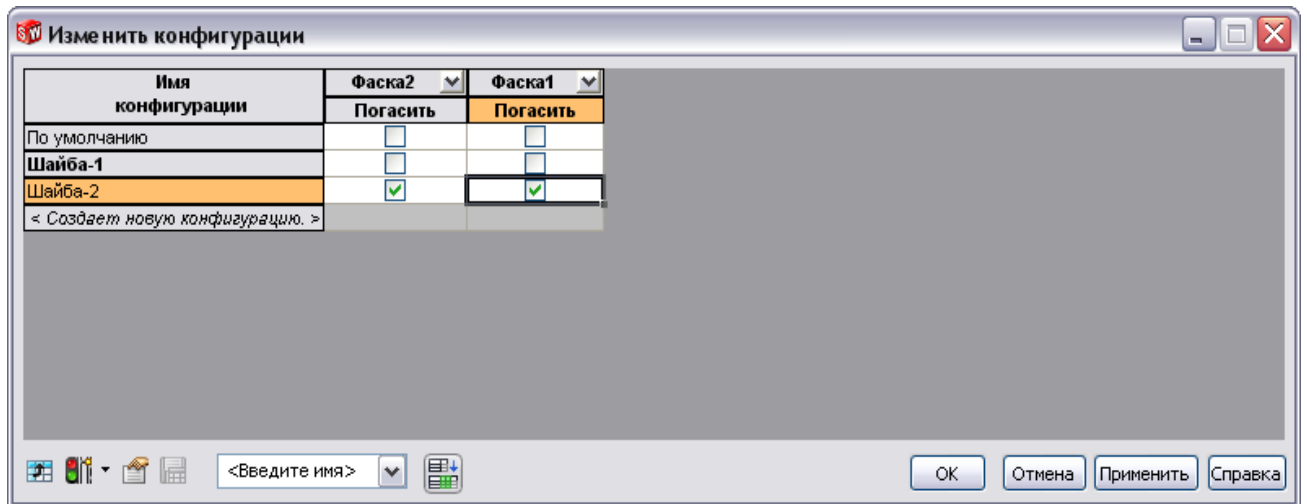

Рисунок 7.6 – Діалогове вікно «Змінити конфігурації»
2. У контекстному меню правої кнопки миші в розділі «Елементи» обраємо команду «Властивості конфігурації». В результаті на екрані відкриється діалогове вікно «Змінити конфігурації» (рис. 7.6).